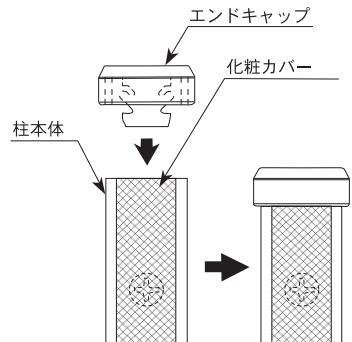

図 3.
1. 柱本体(化粧カバー含む)取付け完了後、柱本体上下にエンドキャップ(オプション)を差し込む。(図3.)